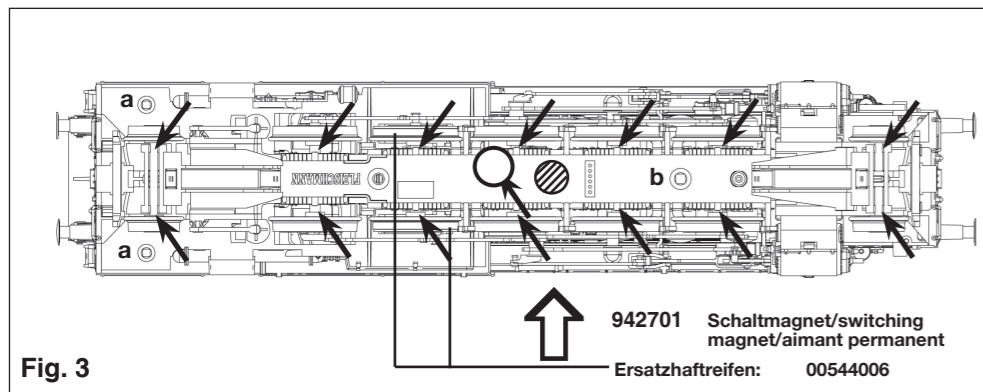

Fig. 3
An der runden schraffierten Stelle kann ein **Schaltmagnet Art.-Nr. 942701** eingebaut werden (Fig. 3).
The indicated point can be used for locating the **switching magnet art.no. 942701** (Fig. 3). **Spare traction tyres: 00544006** (Fig. 3).
**L'aimant permanent art.no. 942701** peut être monté à l'endroit rond indiqué (Fig. 3).
Op de gemerkte plaats kan de **schakelmagneet 942701** gemonteerd worden (Fig. 3). **Anti-slip bandjes: 00544006**
Sul posto segnato può essere installato il **dispositivo di comando 942701** (Fig. 3). **Anelli di attrito di ricambio: 00544006**